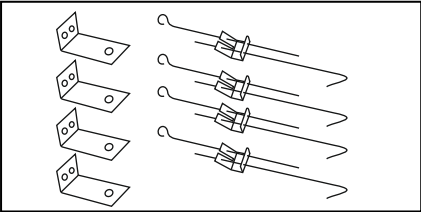

Рис. 1
- 5.8 Конструкцией осветительного прибора предусмотрен монтаж на тросы или проволочные подвесы (рис. 1). **Внимание!** Тросы и проволочные подвесы в комплект не входят и приобретаются отдельно.